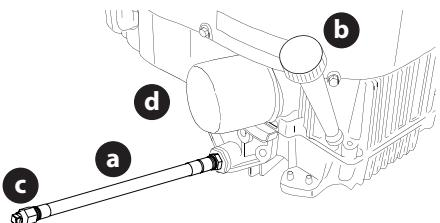

Figura 36
1. Ubique la manguera de drenaje de aceite (a) en el costado del motor (Figura 36).
2. Para recoger el aceite usado, coloque un recipiente adecuado para recolectar el aceite, con al menos una capacidad de 2.5 cuartos (2.37 litros), debajo de la abertura del tubo de drenaje de aceite. Retire el tapón de llenado de aceite/la varilla de nivel de aceite (b) del tubo de llenado (Figura 36).
3. Mientras sostiene el extremo libre de la manguera de drenaje de aceite sobre el recipiente de recolección de aceite, desenrosque el tapón con cabeza cuadrada de la manguera (c) del extremo de la manguera de drenaje de aceite (Figura 36). Drene el aceite del motor dentro del recipiente recolector.
5. Extraiga el filtro de aceite (d) y drene en el recipiente recolector (Figura 36).
6. Vuelva a colocar el filtro de aceite (d) y cargue el motor con aceite nuevo según las instrucciones del Manual del operador del motor (Figura 36).